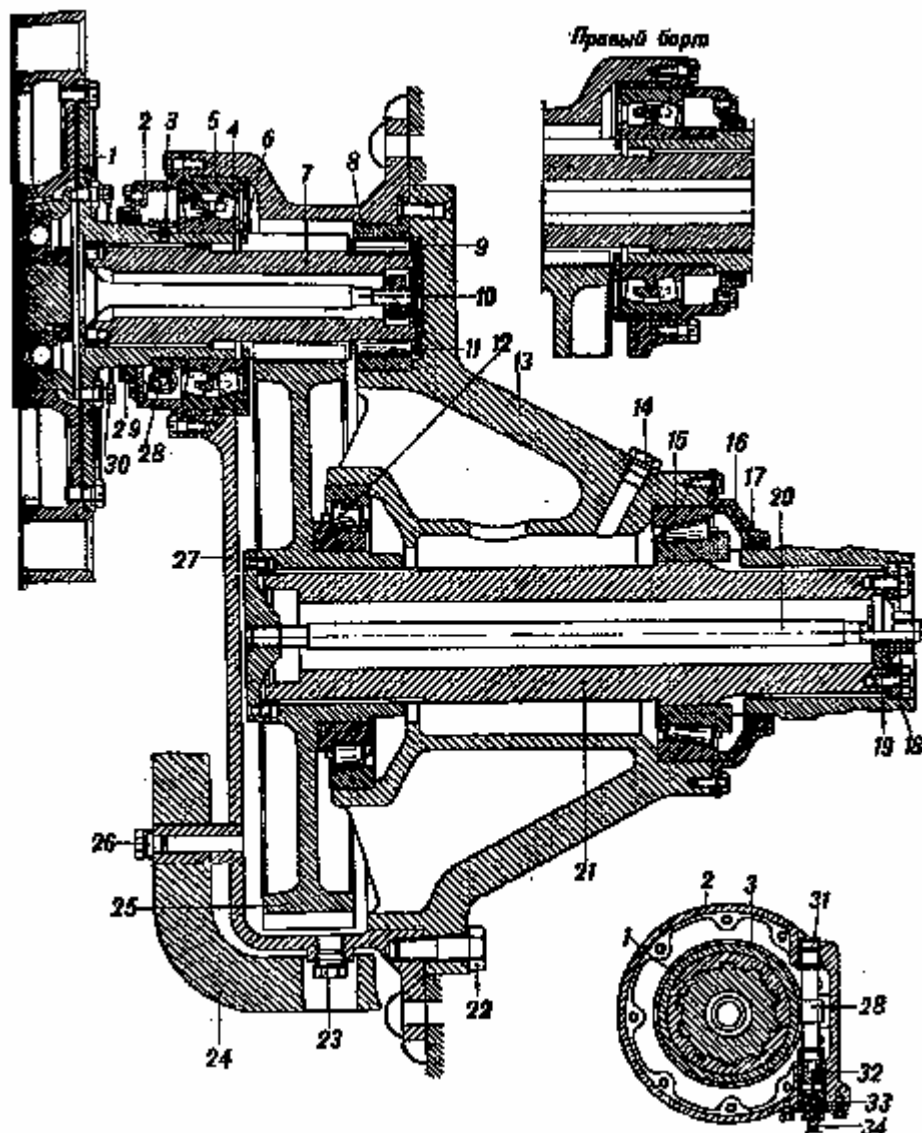
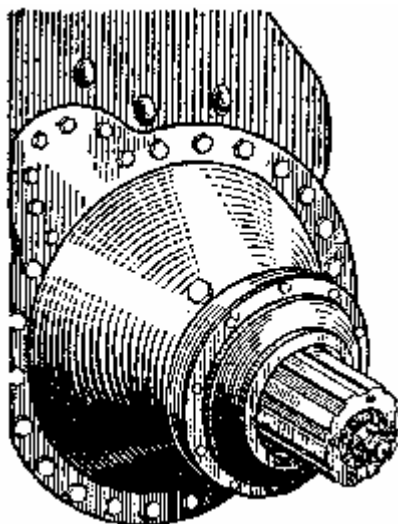

Рис. 121. Бортовая передача (в разрезе):
Рис. 124. Бортовая передача, установленная на танке
Бортовую передачу (рис. 121) монтируют в картере 27, приваренном и приклепанном к кормовому и бортовому листам корпуса, и в крышке 13, крепимой болтами к картеру. Выступающая из корпуса часть
Ведущая часть бортовой передачи состоит из следующих основных деталей: ведущего валика 7 (см. рис. 121), выполненного заодно с шестерней в 10 зубьев, фланца 1, сидящего на шлицевом хвостовике ведущего валика, и струны 10, скрепляющей ведущий валик с фланцем. Под гайку струны ставят пружинящие шайбы.
Ведомую часть бортовой передачи монтируют в крышке картера 13 (см. рис. 121), и состоит она из следующих основных деталей: ведомой шестерни 25, ведомого вала 21 и струны 20.
Сборка бортовой передачи производится отдельно по узлам — ведущего и ведомого валов. Узел ведущего вала собирается на фланце 1 крепления наружного барабана бортового фрикциона, а узел ведомого — в крышке 13 (см. рис. 121) картера бортовой передачи. Устанавливают бортовую передачу на корпусе танка (рис. 124) также по узлам: сначала узел ведущего вала, а потом ведомого вала.
- 1) Запрессовать в крышку 2 (см. рис. 121) втулки 31 и 33 привода к спидометру и подогнать валик привода к спидометру так, чтобы он свободно вращался во втулках; подгонку производить, слегка разворачивая втулки, а после подгонки вынуть валик.
1. Запрессовать в гнезде крышки картера до упора наружные кольца конических роликоподшипников 12 и 15 (см. рис. 121). Запрессовку производить лёгкими ударами молотка по выколотке из красной меди (или мягкой стали), распределяя удары равномерно по торцу кольца подшипника. Бить молотком по кольцу,